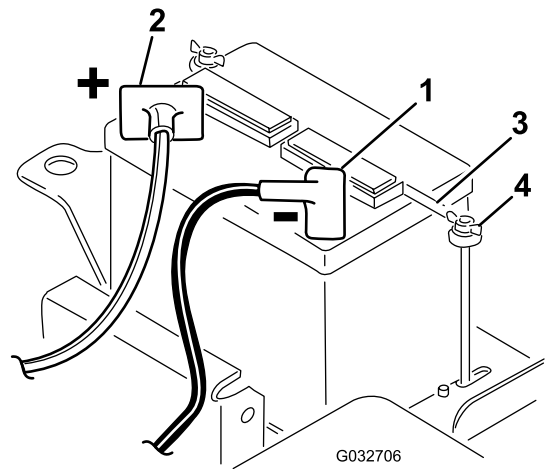

Figura 5
2. Conecte el cable positivo (rojo) de la batería desde el solenoide del motor de arranque al borne positivo (+) de la batería (Figura 5). Sujételo con un perno de cuello cuadrado y una tuerca.
5. Instale la abrazadera de la batería y las arandelas y fije todo con las tuercas de orejeta (Figura 5).